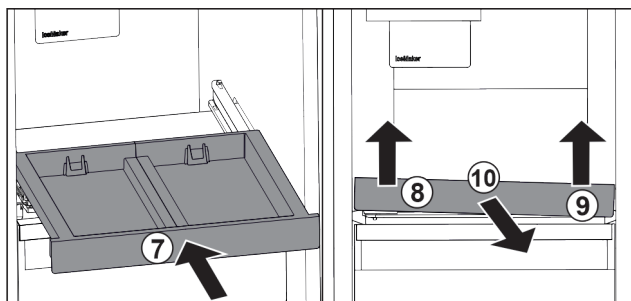

Fig. 106
- ▶ Вставьте выдвижную панель. Fig. 106 (7)
- ▶ Приподнимите выдвижную панель спереди слева. Fig. 106 (8)
- ▶ Приподнимите выдвижную панель спереди справа. Fig. 106 (9)
- ▶ Извлеките выдвижную панель движением вперед. Fig. 106 (10)